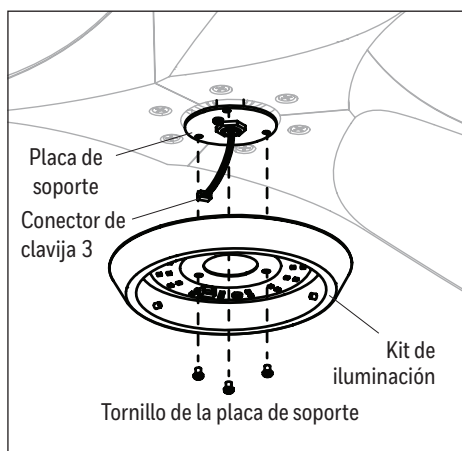

Figure 5.4
4. Retire los tres tornillos de la placa de soporte preensamblados a la placa de soporte. Luego, conecte el conector de 3 clavijas del ventilador al conector de 3 clavijas del kit de iluminación. Fije el kit de iluminación a la placa de soporte con los tornillos de la placa de soporte (Figure 5.4).